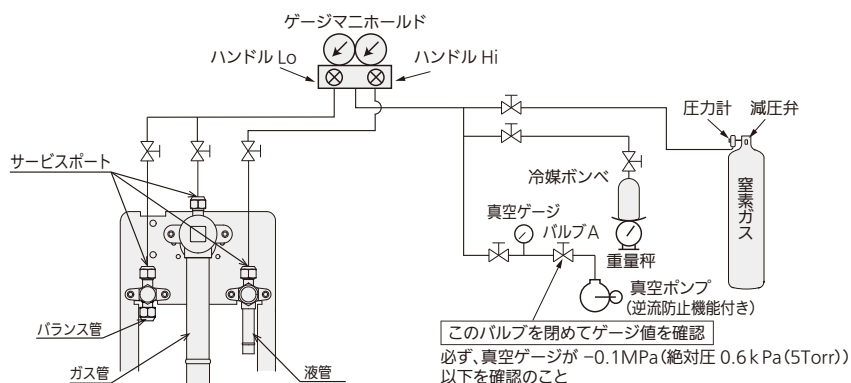

図3
- 2) ガス管、液管、バランス管のサービスポートに真空ポンプ、真空ゲージを接続してください。(図3)